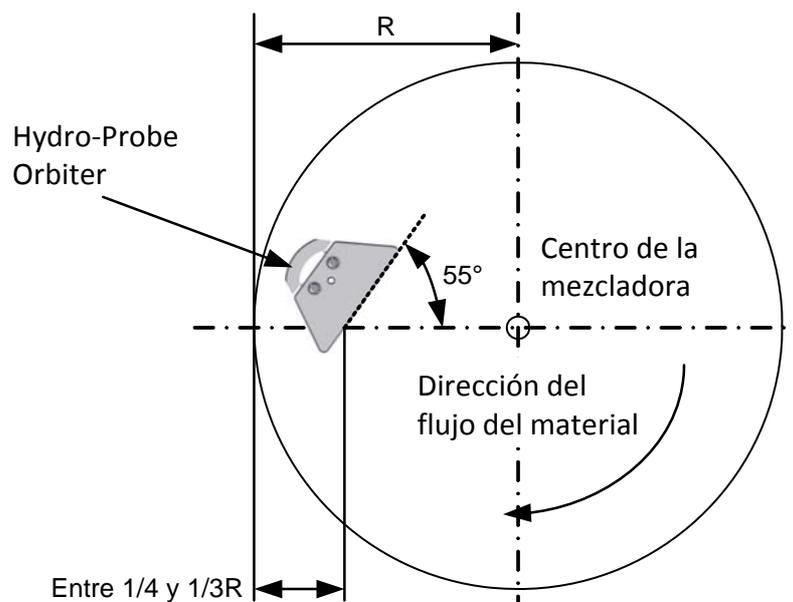
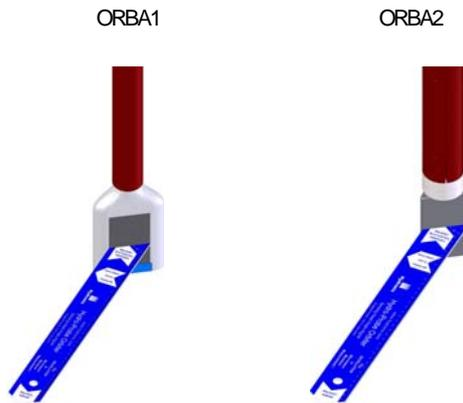

Figure 15: Ajuste del ángulo del sensor para obtener un rendimiento óptimo
Figure 16: Alineador de ángulos Hydronix para efectuar la alineación de la cara del sensor
- El sensor debe instalarse a lo largo del brazo de la pala del raspador a aproximadamente entre 1/4 y 1/3 de la distancia existente desde la pared de la mezcladora (consulte la Figure 15). Seleccione una posición en la que el flujo del material sea el más regular y que esté libre de las turbulencias creadas por las palas de la mezcladora en la medida de lo posible. La placa frontal cerámica del brazo de detección debe colocarse formando un ángulo de 55° respecto al centro de la mezcladora, el cual se puede obtener mediante el alineador suministrado (consulte la Figure 16 para obtener más información).
La cabeza del sensor debe colocarse en una ubicación en la que el flujo de material sea el más regular. Por lo general, esta posición se encuentra a un cuarto o un tercio de la distancia existente entre el borde exterior de la pared de la mezcladora. (Figure 15).
- Por lo general, la utilización de un ángulo de 55° suele ofrecer buenos resultados. Utilice el alineador de ángulos suministrado para ajustar el ángulo (Figure 16).